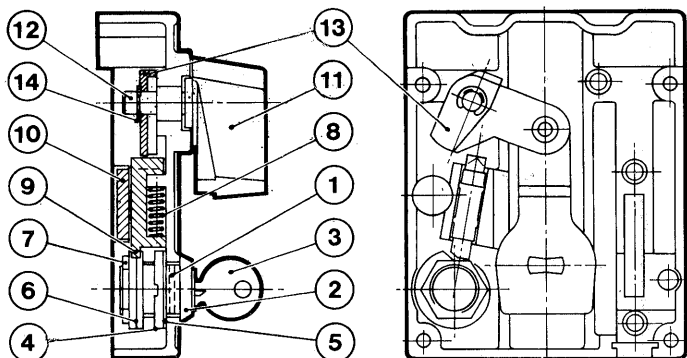

Fig. 19
8.5.3. Dispositivo di blocco a chiave (fig. 19)
- b) rompere il diaframma (1) sulla scatola dell'applicazione
- c) inserire nella sede appena creata la serratura (2) mantenendo la chiave (3) come a figura bloccandola dall'interno con la ghiera (4) e la rosetta elastica (5)
- d) infilare sulla serratura (2) le camme (6) come in figura e bloccarle con il dado (7)
- e) alloggiare la molla (8) e il blocco (9) nell'apposita sede trattenendoli con il blocco (10) montato forzato
- girando la chiave (3) sia con l'interruttore aperto o chiuso questa può essere sfilata dalla serratura mentre la maniglia (11) deve rimanere bloccata